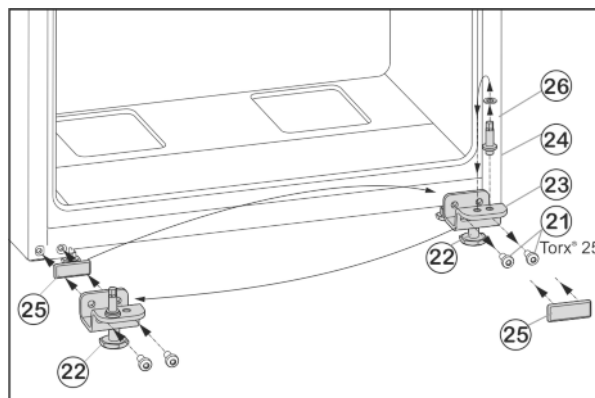

Fig. 6
- Upevňovací šrouby Fig. 6 (21) odšroubujte.
- Vyjměte spodní stojan ložiska Fig. 6 (23) i s ložiskovým čepem Fig. 6 (24), podložkou Fig. 6 (26) a seřizovací nožkou Fig. 6 (22).
- Ložiskový čep Fig. 6 (24) kompletně odšroubujte i s podložkou Fig. 6 (26), přemístěte do protilehlého upínacího otvoru stojanu ložiska a opět přišroubujte.
- Krycí desku Fig. 6 (25) opatrně sejměte a přemístěte ji na protější stranu.
- Spodní stojan ložiska Fig. 6 (23) opět kompletně, i s ložiskovým čepem Fig. 6 (24), podložkou Fig. 6 (26) a seřizovací nožkou Fig. 6 (22), případně s pomocí akumulátorového šroubováku **silou (4 Nm)** našroubujte na nové straně závěsu dveří.
- Spodní dveře nasadte shora na ložiskový čep Fig. 6 (24).
- Seřizovací nožku Fig. 6 (22) na spodním stojanu ložiska Fig. 6 (23) vytáčejte, až dosedne na zem.